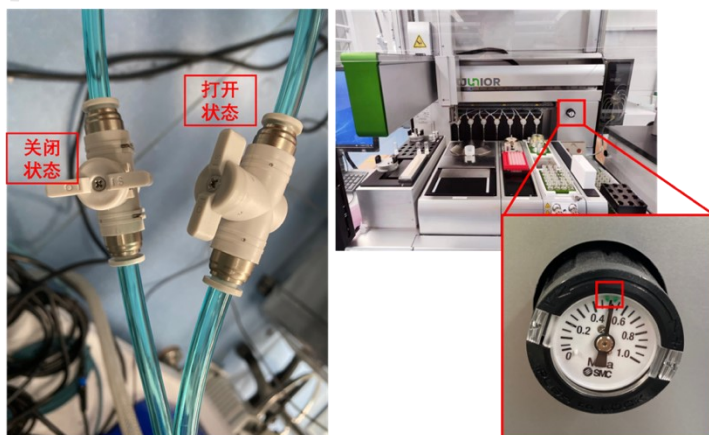

图 6-2-3
- 4) 如图 6-2-3 左，确认仪器背面的 N_2 管路连接已打开，并核对仪器上的压力表指针在绿色区域（约 0.5 MPa，图 6-2-3 右）；